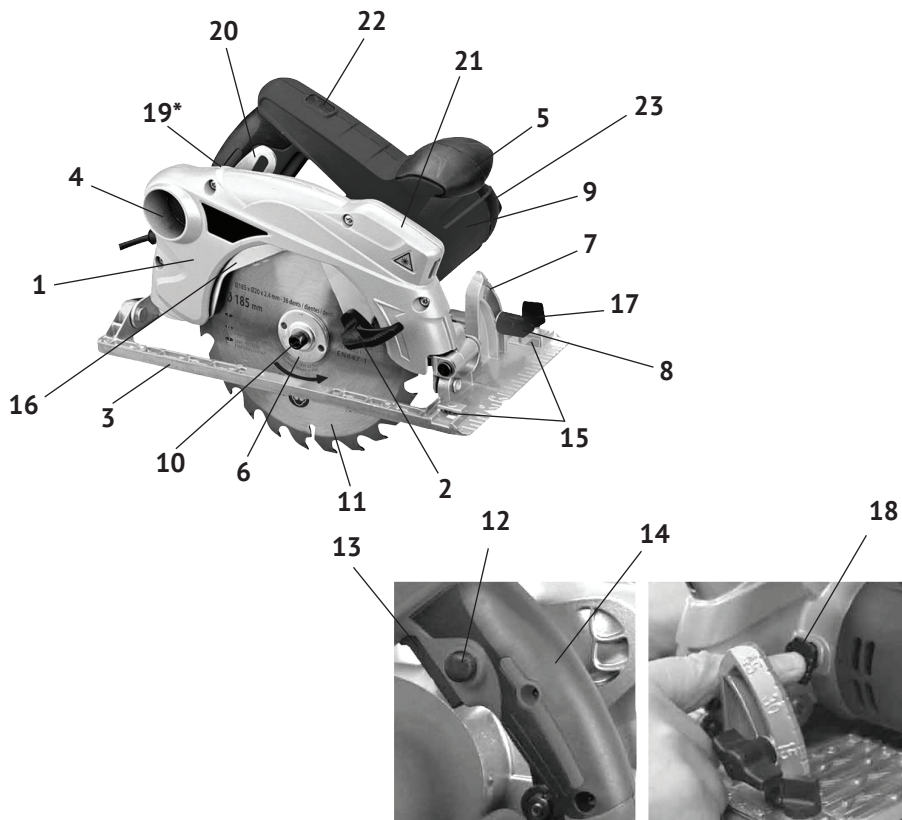

рис. 1
1.6 Общий вид пилы представлен на рис.1
1.7 Пила состоит из коллекторного двигателя в пластиковом корпусе (рис.1 поз.9) с рукояткой и металлического редуктора, совмещённого с верхним неподвижным кожухом (рис.1 поз.1). Крутящий момент с якоря электродвигателя, через шестерню, передаётся на шпиндель, соосный с электродвигателем. На шпиндель пилы, между опорным и зажимным (рис.1 поз.6) фланцами крепится пильный диск (рис.1 поз.11). Это основной рабочий инструмент пилы.
1.8 Клавиша выключателя (рис.1 поз.13) расположена в нижней части рукоятки (рис.1 поз.14). Во избежание самопроизвольного включения инструмента, выключатель снабжён блокировкой клавиши (кнопка блокировки, рис.1 поз.12, расположена на левой части рукоятки). Включение пилы осуществляется нажатием на клавишу выключателя (рис.1 поз.13) указательным пальцем после нажатия и удержания кнопки блокировки большим пальцем. Пила отключается при отпускании клавиши выключателя, при этом кнопка блокировки (со щелчком) возвращается в исходное положение.
Для обеспечения точности реза, модель укомплектована лазерной направляющей. Блок лазера (рис.1 поз.21) расположен на кожухе пилы. Кнопка включения лазера (рис.1 поз.22) находится в верхней части рукоятки.
- зафиксировать шпиндель, нажав на стопор шпинделя (рис.1 поз.18);
- открутить накидным ключом (входит в комплект поставки) винт крепления диска (рис.1 поз.10), снять прижимной фланец (рис.1 поз.6);
- переместить вверх за рычаг (рис.1 поз.2) нижний подвижный кожух (рис.1 поз.16), снять пильный диск (при замене);
2.2.3 При необходимости ограничения глубины пиления, поднять вверх рычаг (рис.1 поз.19) фиксации глубины пропила, выставить направляющую плиту (рис.1 поз.3) по шкале (рис.1 поз.20) в нужное положение и зафиксировать рычагом, опустив его вниз до упора.
- ослабить винты (рис.1 поз.8) фиксации угла наклона (с двух сторон);
- подняв за рукоятку двигатель с диском, выставить по шкале кронштейна (рис.1 поз.7) необходимый угол пиления;
Внимание! *При пилении под наклоном, значение глубины пропила, устанавливаемое по шкале (рис.1 поз.20), не совпадает с истинным значением. Глубина пропила в данном случае равна перпендикуляру от вершины пильного зуба к*
2.2.5 При необходимости отпиливания заготовок строго определённой ширины, установите параллельный упор-линейку. Упор вставляется в отверстия (рис.1 поз.15) направляющей плиты (справа или слева) и крепится винтом (рис.1 поз.17).
Внимание! Не фиксируйте нижний подвижный кожух (рис.1 поз.16) в открытом положении. Это может привести к заклиниванию диска, а также к травмам и повреждениям. Кожух будет автоматически сдвигаться при подаче заготовки.
3.2 Для замены щёток необходимо открутить заднюю крышку (рис.1 поз.23) корпуса двигателя, открутив два винта. Вынуть щётки из щёткодержателей и заменить их новыми. Щётки следует заменять парой для обеспечения равной степени их давления на коллектор якоря.